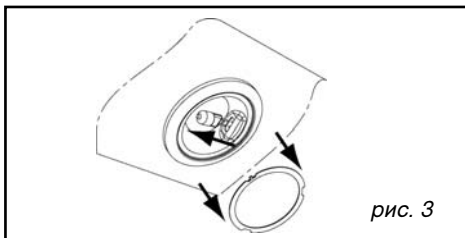

рис. 3
- Снимите светильник (рис. 3).